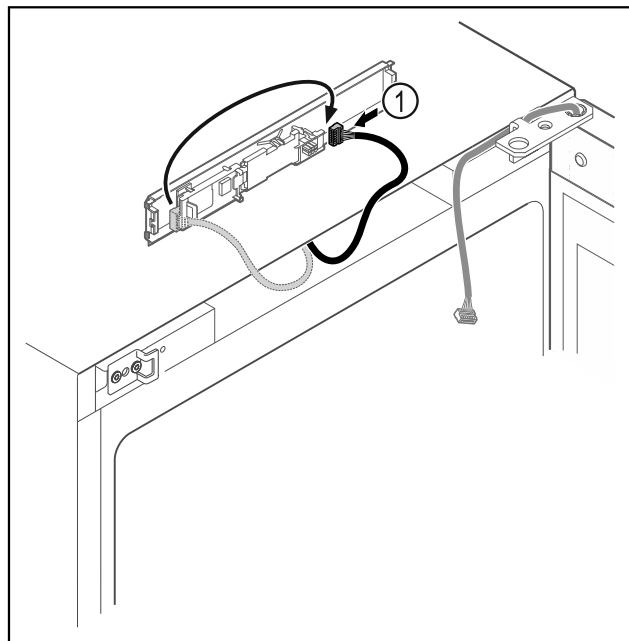

Fig. 11
▶ Переставьте штекер Fig. 11 (1) на панели.